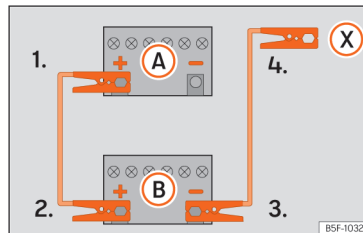

Fig. 161 Esquema de ligação para veículos sem sistema Start Stop.
2. Ligue uma extremidade do cabo *vermelho* de emergência ao polo positivo (+) do veículo com a bateria descarregada (A).
3. Ligue a outra extremidade do cabo auxiliar de arranque *vermelho* ao polo positivo (+) do veículo que fornece a corrente (B).
4. *Veículos sem sistema Start-Stop:* ligue uma extremidade do cabo preto de emergência ao polo negativo (-) do veículo que fornece a corrente (B) >>> **Fig. 161**.